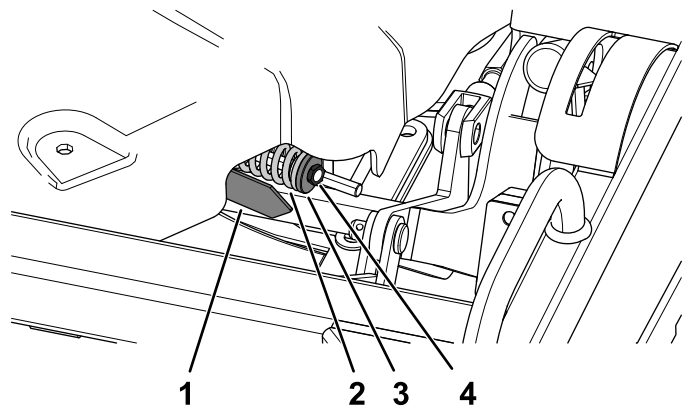

Figura 132
4. Afloje o apriete la contratuerca hasta que la flecha del indicador de tensión se alinee con la superficie exterior de la arandela (Figura 132).